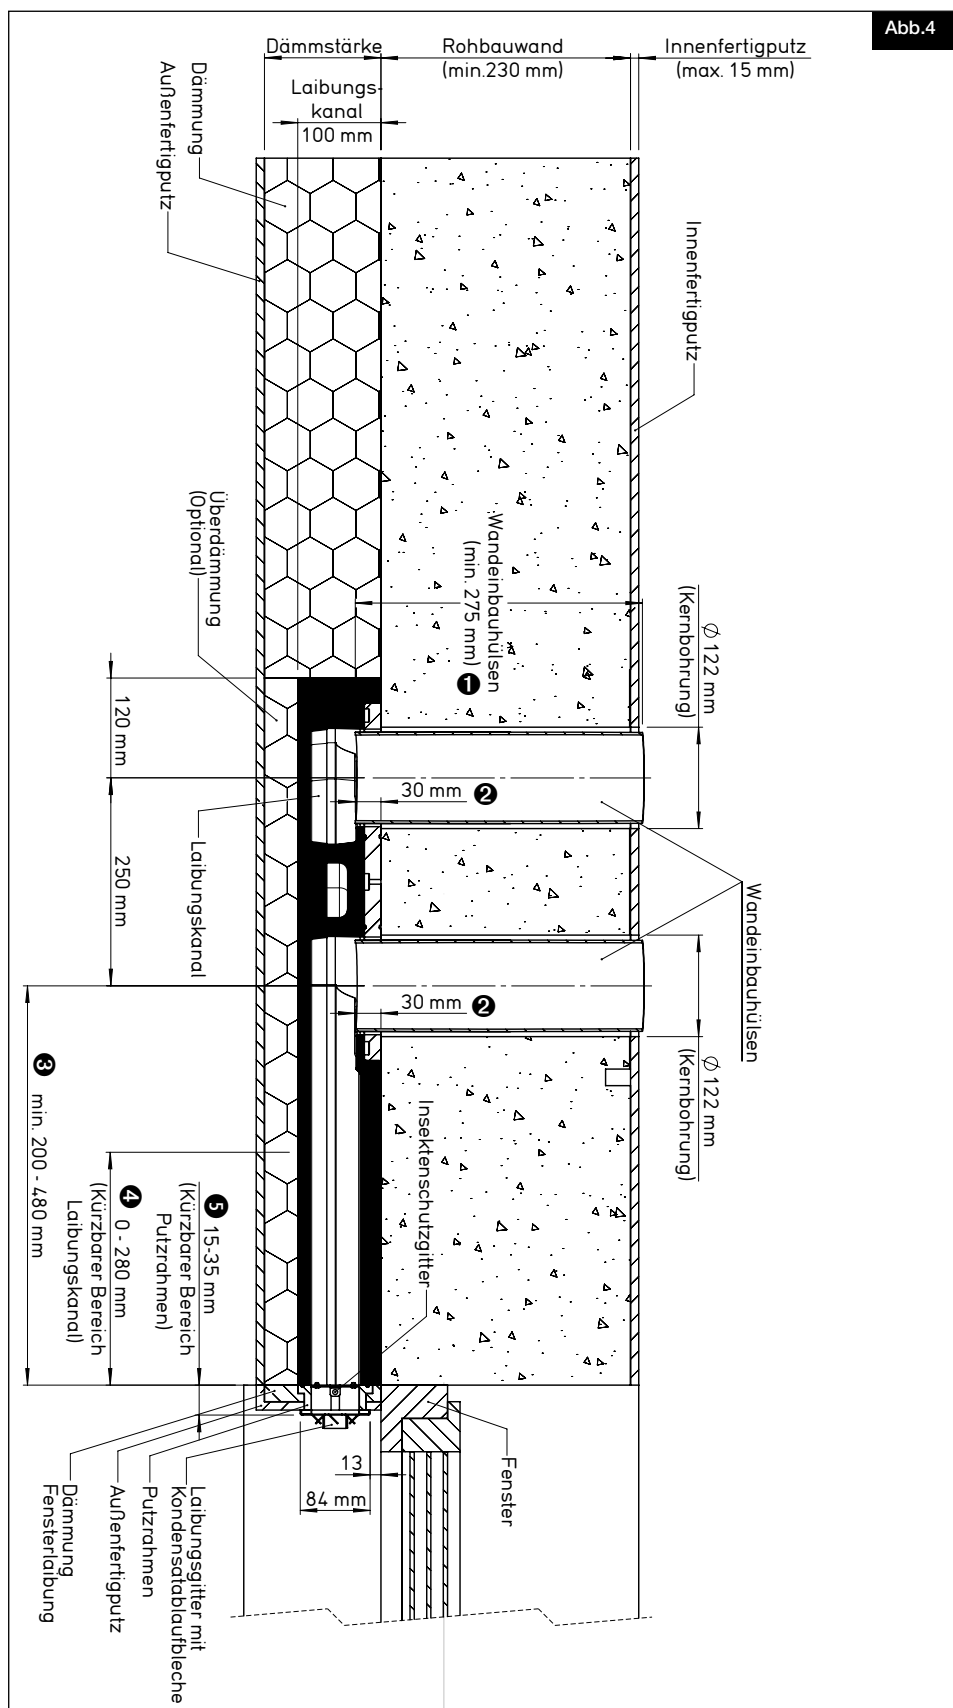

Abb.4
1. Wandstärke der Rohbauwand: mind. 230 mm bis max. 750 mm (s. Abb.4)
2. Horizontaler Abstand der Kernlochbohrung zur Laibung (Fertigputz): mind. 200 mm bis max. 480 mm (s. Abb.4)
Die tatsächliche Länge der Wandeinbauhülsen setzt sich aus der Dicke der Rohbauwand mit Innenfertigputz und der Eintauchtiefe (2) in den Laibungskanal zusammen (s. Abb.4).